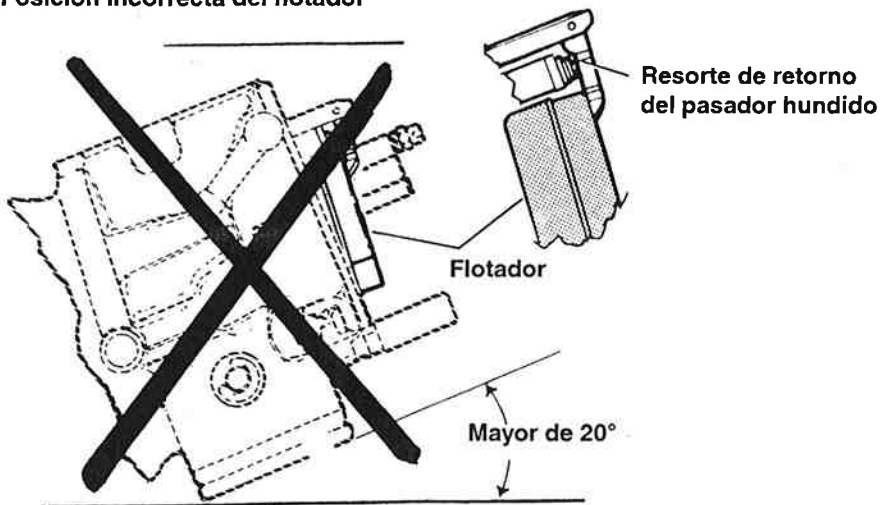

Figura 4-3. Ajuste del flotador del carburador
1. Vea la Figura 4-3. Coloque el carburador en una superficie plana y limpia sobre el costado del múltiple del motor. Esta es la "base". Incline el carburador a la izquierda de 15 a 20 grados de la base hasta que el flotador pueda descansar.